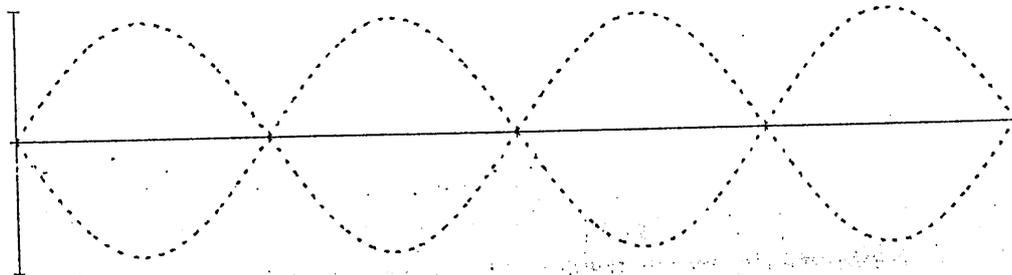

Figure 2
- k) Représenter, sur la figure 2 de l'annexe, l'allure de la tension  $u_c(t)$  en précisant les unités et les échelles utilisées. / 1